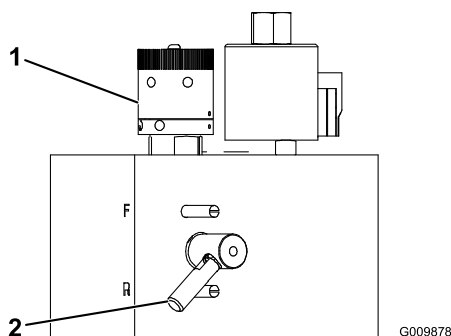

Figura 64
3. Rode o manípulo de rectificação, no bloco das válvulas (Figura 64), para a posição Backlap (R) (Rectificação). Rode o manípulo da velocidade dos cilindros (Figura 64) para a posição 1.